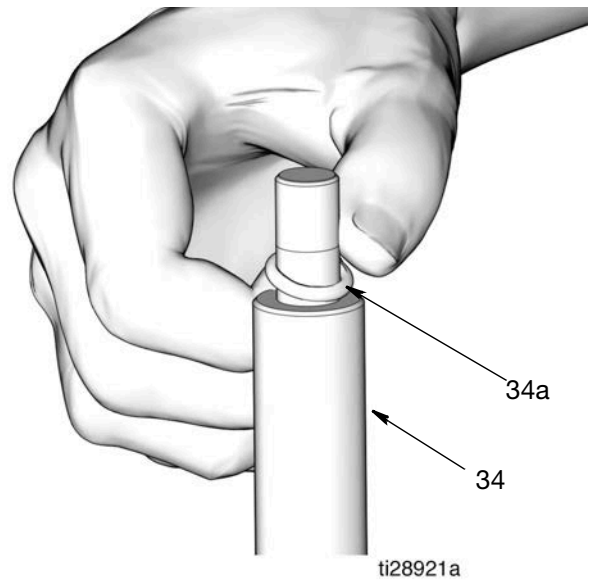

图 25
d. 根据正确处置的所有相关规定，处置活塞米飯 (4)、O 形圈 (34a) 和螺母 (37)。
21. 使用夹子将 O 形圈 (34a) 从活塞杆 (34) 上拆下 (图 25)。